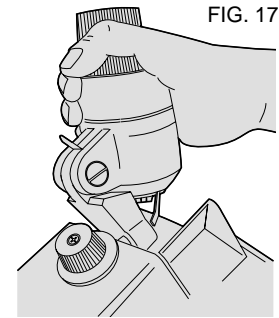

FIG. 17
AFFÛTAGE DE LA PREMIÈRE ARÊTE DE COUPE FRONTALE (FIG. 17, 18 ET 19)
1. Lorsque le moteur se trouve en position d'arrêt (OFF), abaisser la tête pivotante à la position d'affûtage (fig. 17).